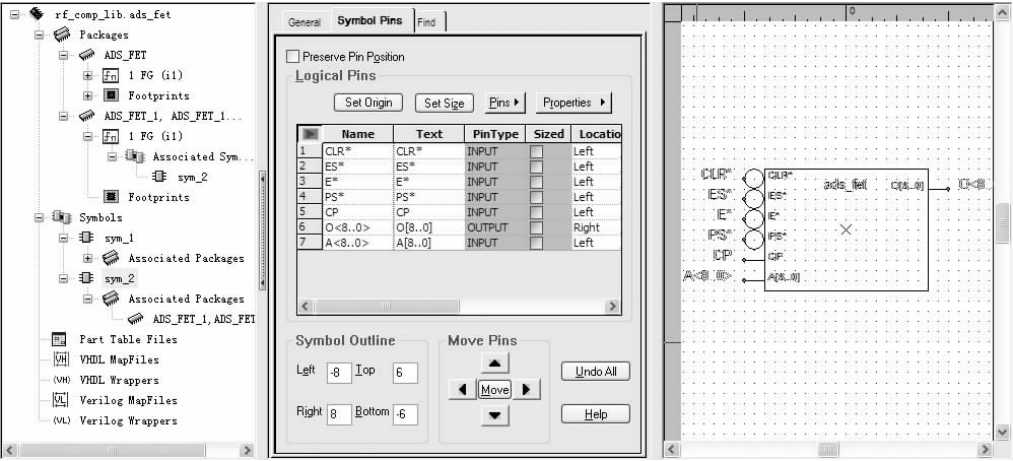

图 2-95 查看元件符号
3. 选择“sym_2”文件夹，查看符号编辑器和符号，如图 2-95 所示。